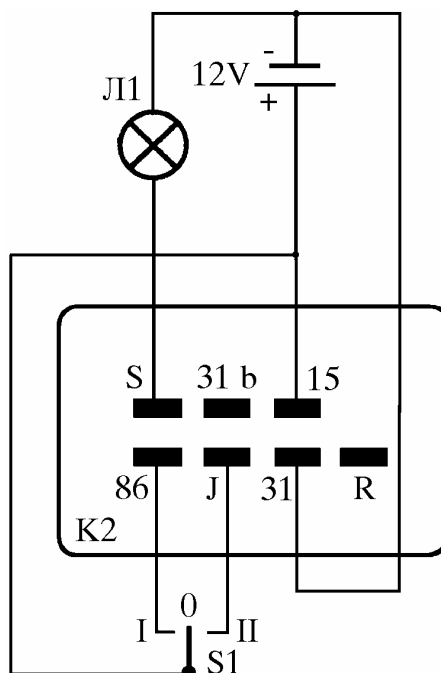

Рис. 6. Проверка работоспособности реле
5.3.4.3. К штекерам реле подключить питание от аккумуляторной батареи и электролампы, как показано на рис. 6.